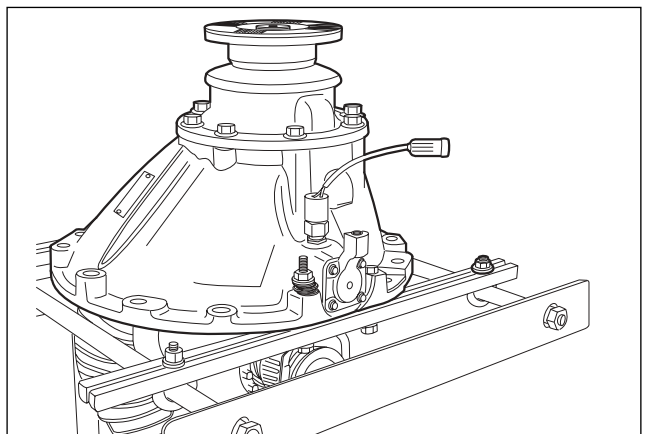
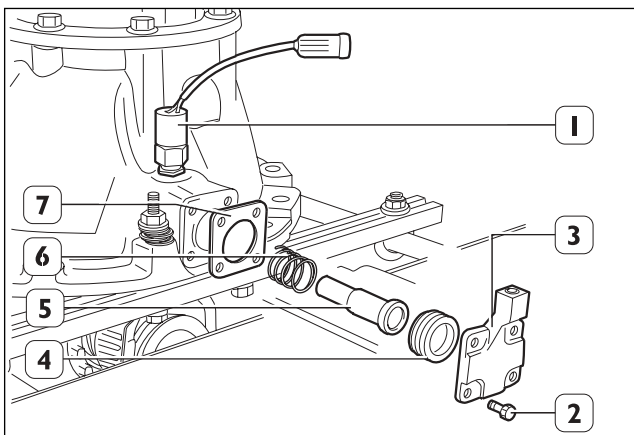

Fig. 9
Fig. 10
1. Fijar el diferencial de forma correcta en la mesa de trabajo. (Fig. 9)
2. Desenroscar el interruptor (1);
3. Desenroscar los tornillos (2) y extraer la tapa del cilindro (3) y la junta (7);
4. Extraer el pistón (4), el eje (5) y el muelle (6). (Fig. 10)